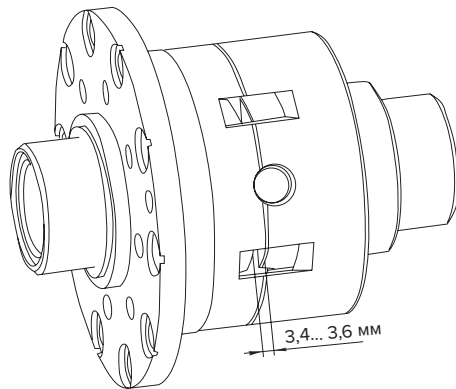

Рис. 3
- ❗ **ВАЖНО:** Чтобы быть уверенным, что ваша новая блокировка будет работать должным образом, необходимо до окончательной сборки произвести замер, как показано на Рис. 3
4. Используя набор плоских щупов, через отверстия крестовины измерьте зазор, как показано на **Рис. 3**. Зазор между распорными муфтами при установленной блокировке в собранный корпус дифференциала должен составлять от 3,4 до 3,6 мм.